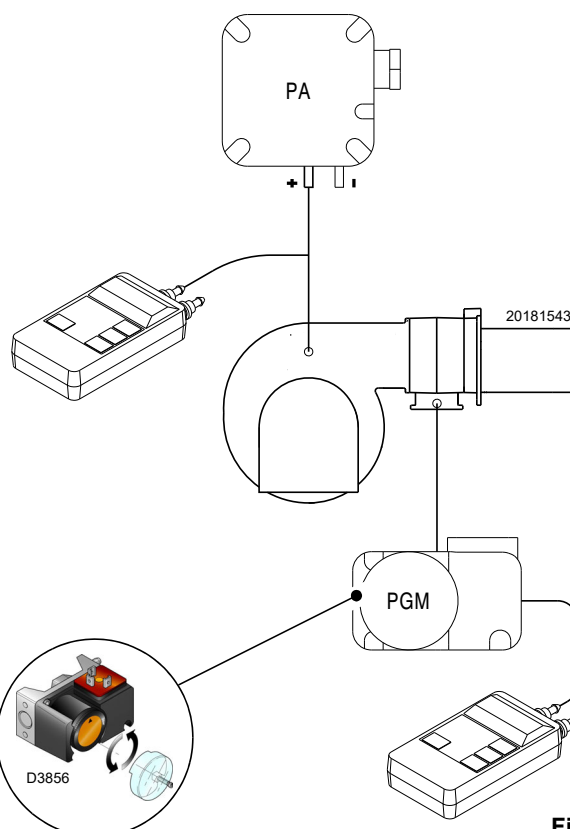

Fig. 29
- Regolare il pressostato gas di massima (Fig. 29 a pag. 31) a fine scala.
Eseguire la regolazione del pressostato gas di massima (Fig. 29) dopo aver effettuato tutte le altre regolazioni del bruciatore con il pressostato gas di massima regolato a fine scala.